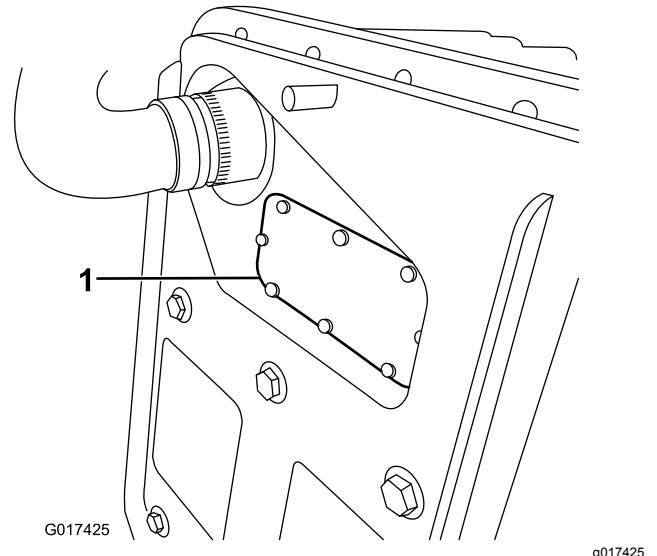

Figura 43
- B. Retire a cobertura do fusível (Figura 43).